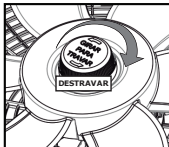

Figura 13
- Afrouxar a porca da hélice no eixo, girando-a no sentido horário conforme figura 13.